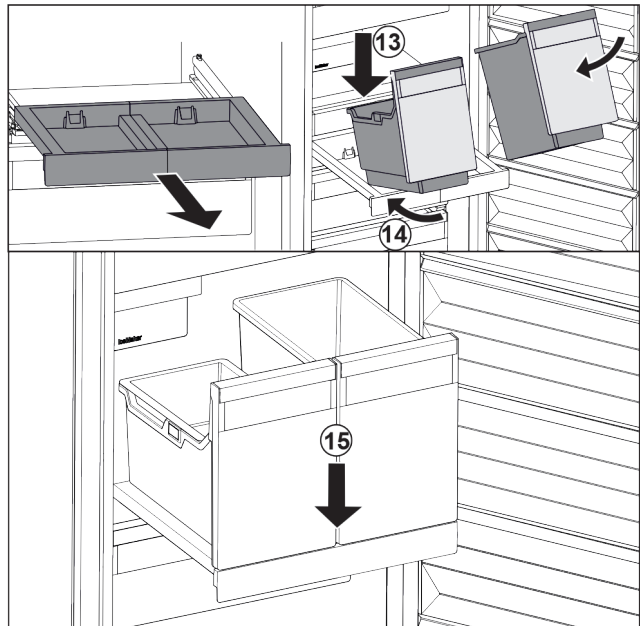

Fig. 35
- ▶ Поставете съда под ъгъл върху изтеглящата се дъска. *Fig. 35 (13)*
- ▶ Вкарайте съда под ъгъл назад. *Fig. 35 (14)*
- ▶ Спуснете съда отпред. *Fig. 35 (15)*